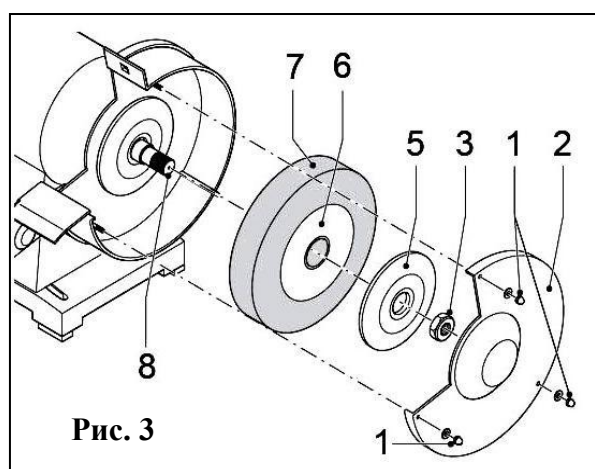

Рис. 3
Замена/установка шлифовального круга (Рис. 3)
Открутите гайки фиксации защитного кожуха (1) (См. Рис.3). Снимите защитный кожух (2). Открутите гайку (3) со шпинделя (8).